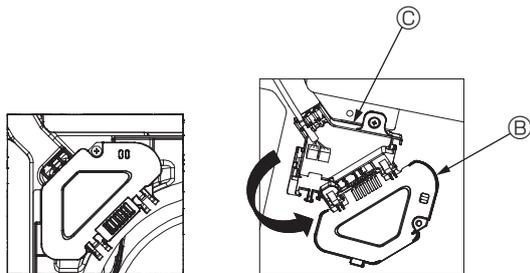

Fig. 5-5
- ③ Die Befestigungsschraube des Anschlusskastendeckels entfernen und den Deckel öffnen. (Fig. 5-5)
- ④ Den Verbindungskabelstecker in den Anschlusskasten einsetzen.
- ⑤ Die Kabelabdeckung und den Anschlusskastendeckel anbringen.